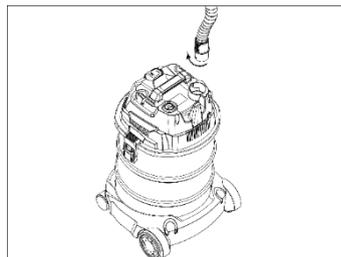

Рис. 8
- При использовании функции обдува вставьте шланг в отверстие для обдува и поверните его по часовой стрелке до фиксации (Рис.8).